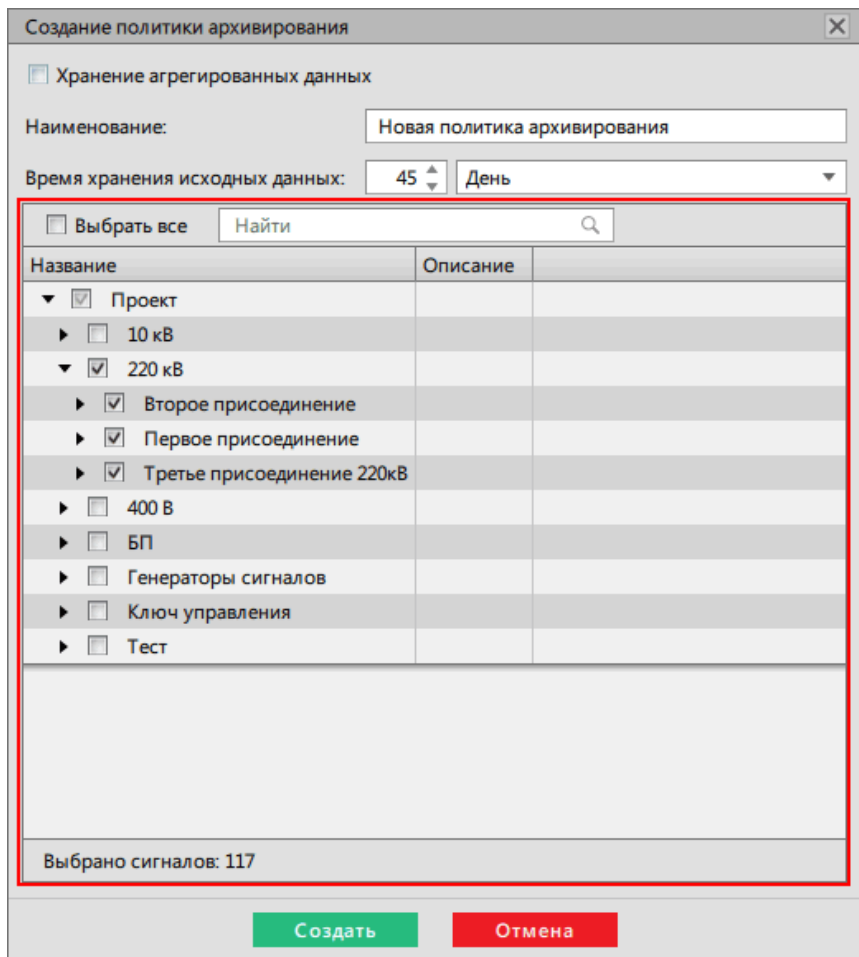

Рисунок 273 - Дерево проекта
- Выберите сигналы из дерева проекта (Рисунок 273).